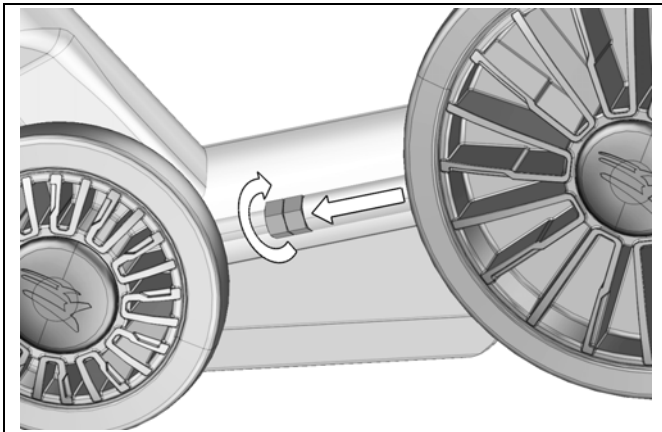

Abbildung 27
- Kettenspanner auf Minimum einstellen. Siehe Abbildung 27.